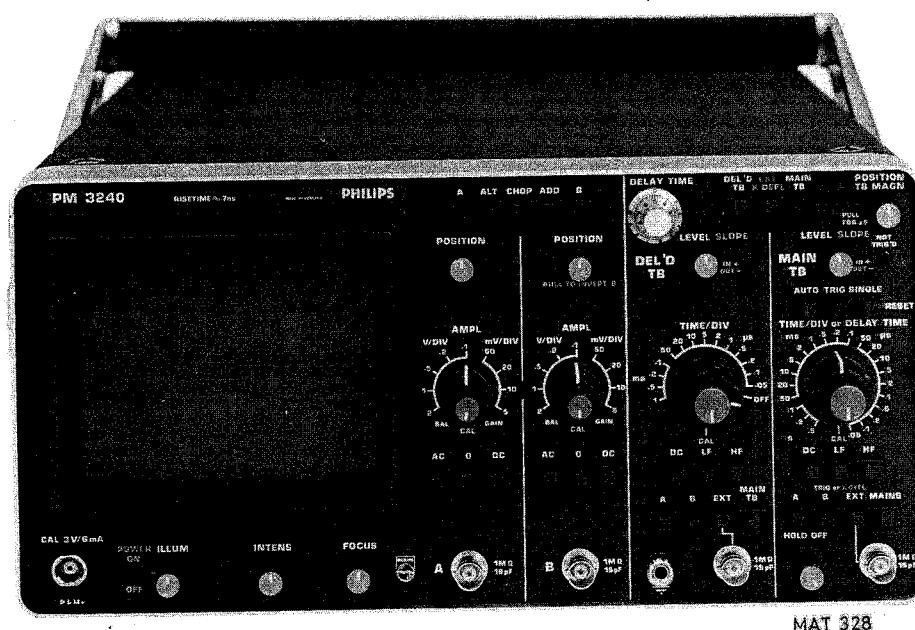

Abb. 2.3. Vorderansicht des Gerätes
2.2.1. Bedienungsorgane und Buchesen (Abb. 2.3.)